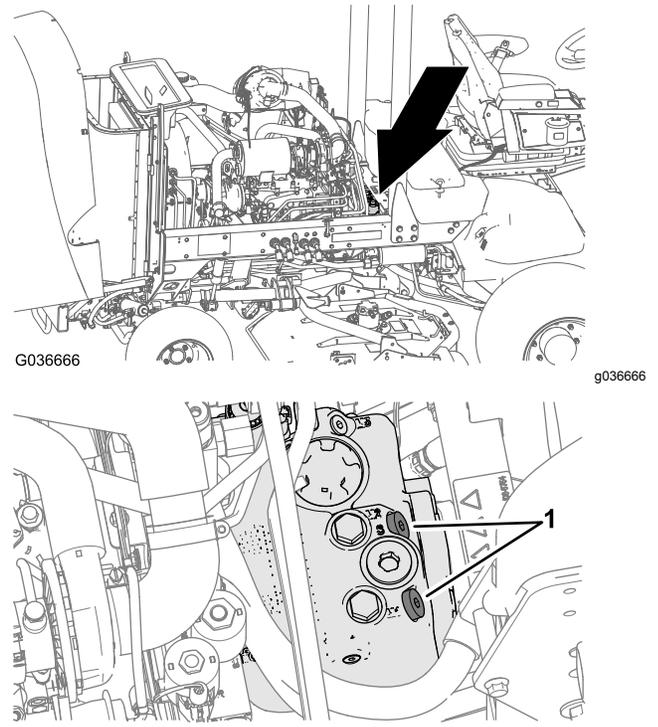

Figure 67
1. Ouvrez le capot et localisez les vannes de dérivation (Figure 67) au sommet de la pompe, derrière la batterie et les bacs de rangements.